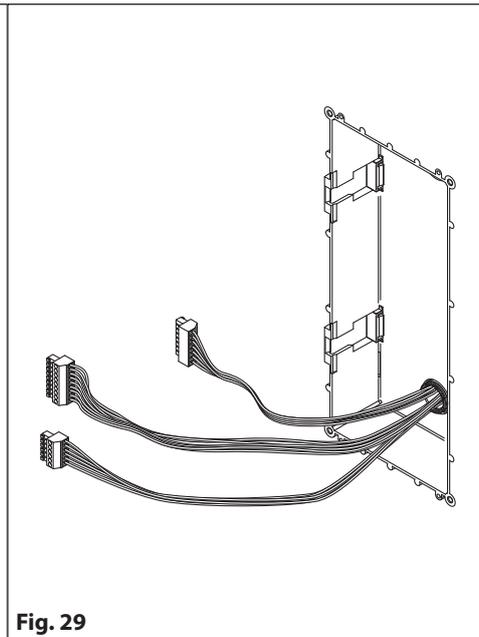
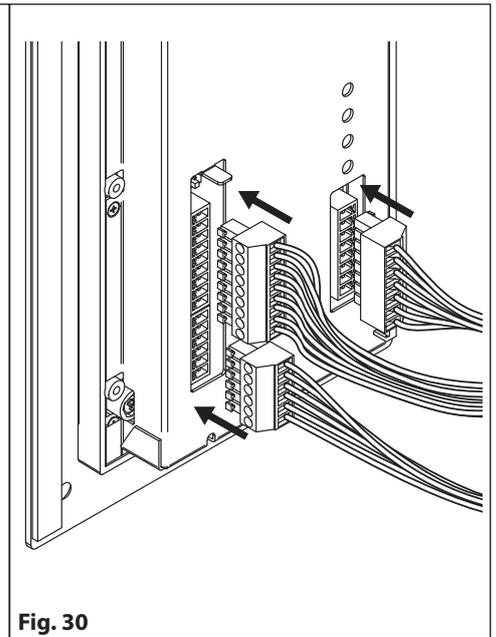

Fig. 29
Fig. 30
2. Effettuare tutte le connessioni sui morsetti rimovibili (**Fig. 29**) e successivamente inserirli nel pannello (**Fig. 30**), impostare i dip-switch come da schema di installazione fornito o come indicato dalle istruzioni di installazione, dopodichè ridare l'alimentazione al sistema e controllare se funziona correttamente;